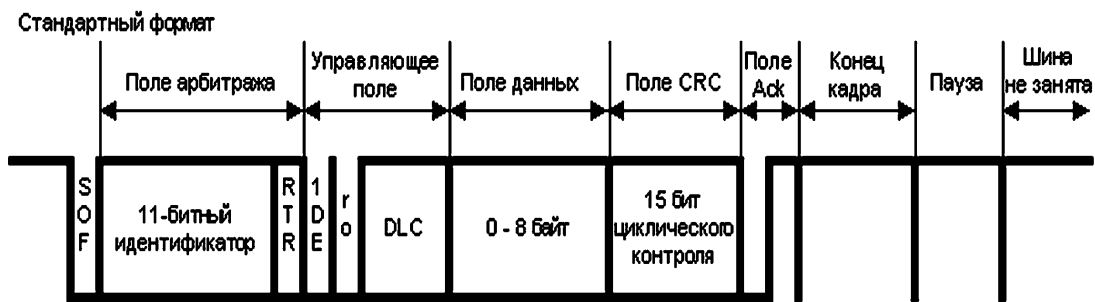

Рис.3
Кадр сообщения для передачи по шине состоит из семи основных полей (**рис.3**). Протокол CAN поддерживает два формата кадров сообщений, которые различаются только длиной идентификатора (ID). В стандартном формате его длина 11 бит, в расширенном - 29.